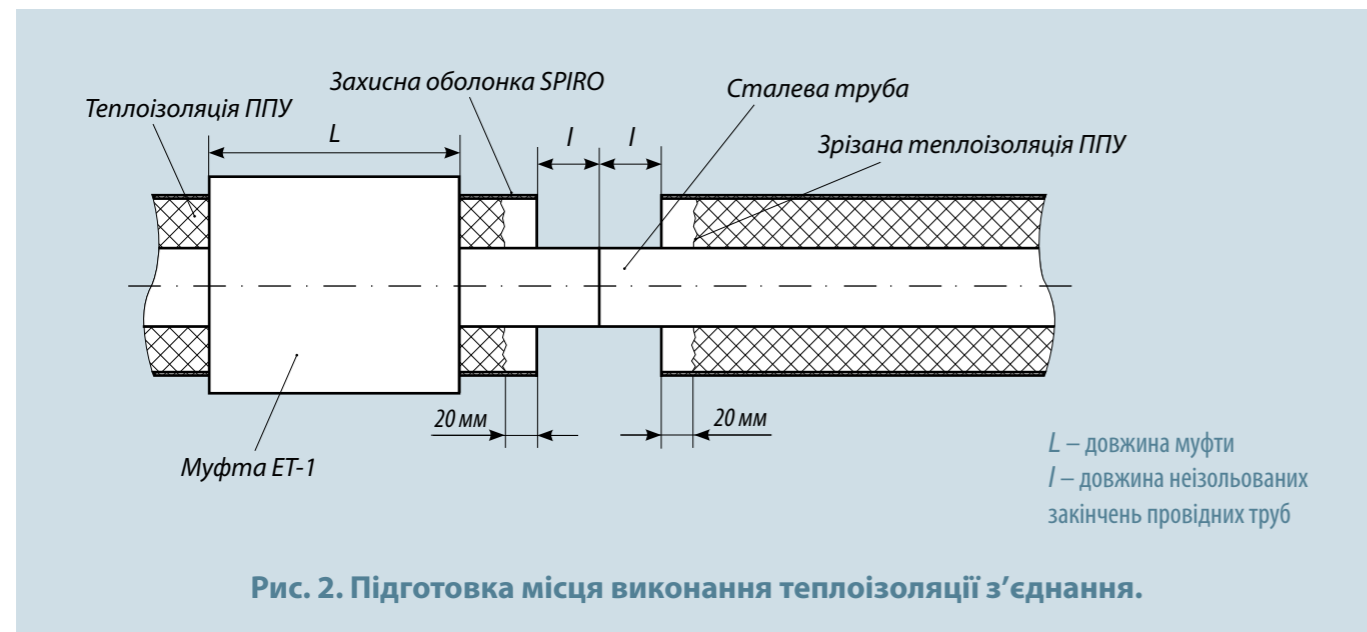

Рис. 2. Підготовка місця виконання теплоізоляції з'єднання.
2.2.2 На торцях теплоізолюваних елементів зрізати шар ППУ ізоляції на глибину приблизно 20 мм (рис. 2).